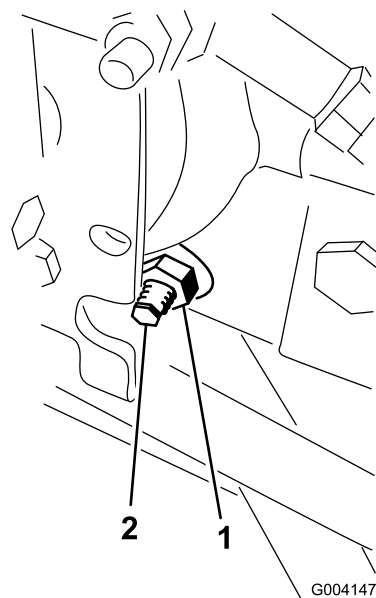

Рисунок 79
3. С правой стороны гидростата ослабьте контргайку кулачка регулировки тяги (Рисунок 79).